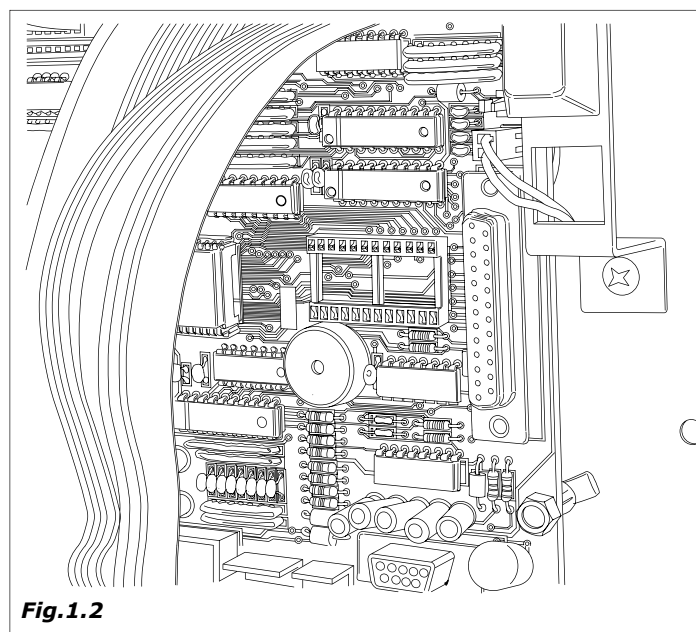

Fig.1.2
- versión del programa contenido en el microprocesador (etiqueta adhesiva sobre el componente montado en la ficha Master y en la ficha Potencia). (Fig.1.2).